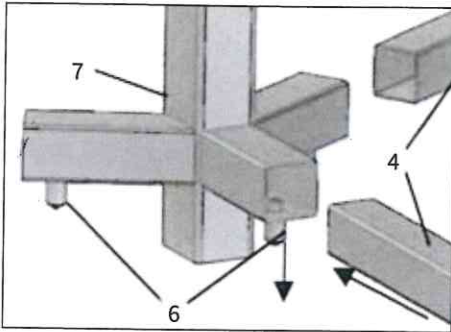

Figura 1 - picture 1
- Tenendo tirato il tassello (6), inserire le gambe (4) nella sede della colonna centrale (7) (figura 1).
- Rilasciare il tassello 6 facendo attenzione che si inserisca nell'apposito foro della gamba (4).
- While pulling the anchor (6), insert the legs (4) in the seat of the central column (7) (picture 1).
- Release the anchor (6), making sure that it fits into the hole of the leg (4).